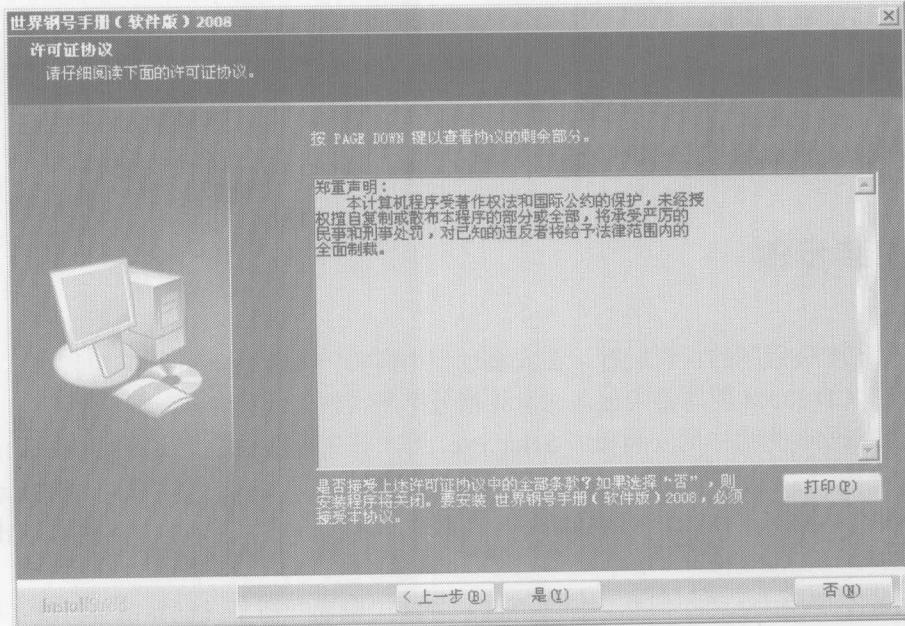

图 1-2 许可证协议界面
- (3) 单击“下一步”按钮，显示关于软件使用的许可证协议界面，如图 1-2 所示。在用户安装协议中，说明了用户的权利和义务，在用户阅读协议内容并表示同意后，单击“是”按钮。